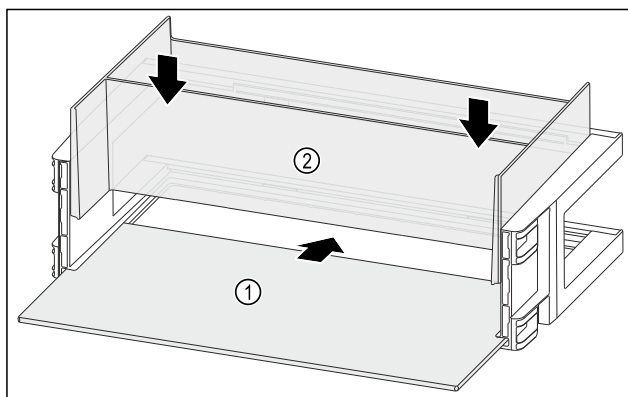

Fig. 144
- ▶ Вдвиньте съемную полку Fig. 144 (1) в боковые пазы.
- ▶ Смонтируйте органайзер Fig. 144 (2).